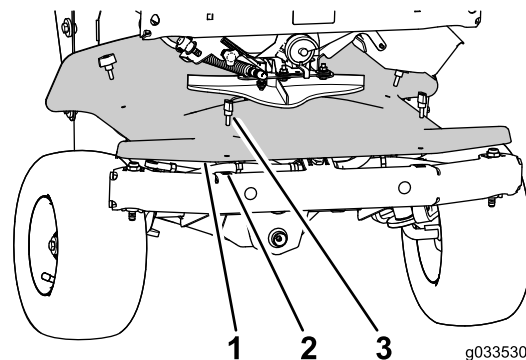

Figura 25
- Retire los cuatro tornillos de orejeta que sujetan la tapa delantera (debajo del impulsor) al chasis y retire la tapa (Figura 25).